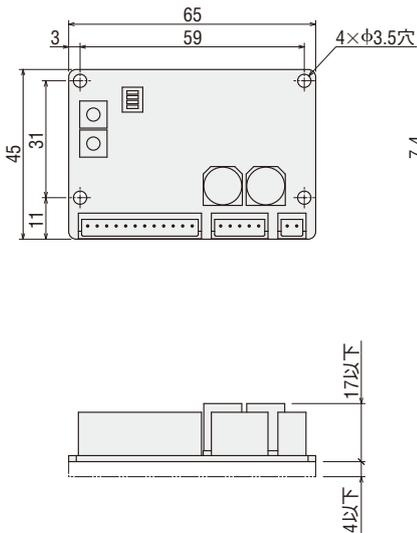

図 15 CVK シリーズドライバの外形
**CVK**シリーズのドライバは、従来のDC電源入力ユニット製品に比べ特性を向上していますが、ドライバ取付寸法は従来品ユニット(5相**CRK**シリーズ)と同じままで、薄型化されています。このため、設備の小型化に貢献します。図15~図17に**CVK**用ドライバと従来のドライバの外形を示します。